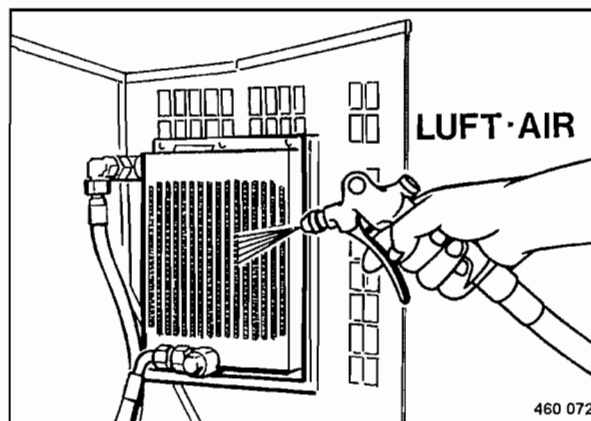

Fig. 106
- Limpiar soplando por el lado de aire de aspiración del radiador del aceite hidráulico (Fig. 106).